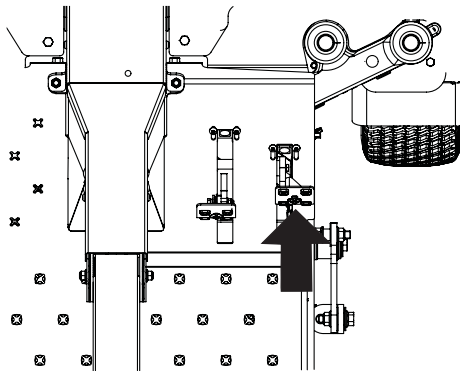

Figure 3-5
1. Appuyez doucement sur la pédale de marche arrière. La tondeuse commencera à reculer. Voir Figure 3-5.